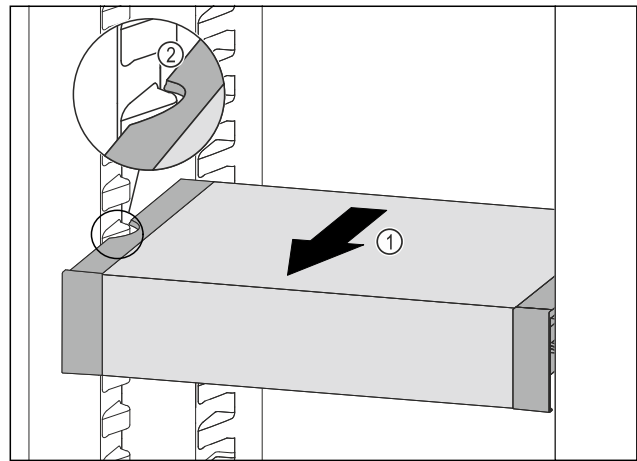

Fig. 131
- ▶ Tirer le VarioSafe vers l'avant Fig. 131 (1) jusqu'à ce que les encoches latérales du VarioSafe se trouvent au niveau de la nervure du bac dans la partie réfrigérateur. Fig. 131 (2)